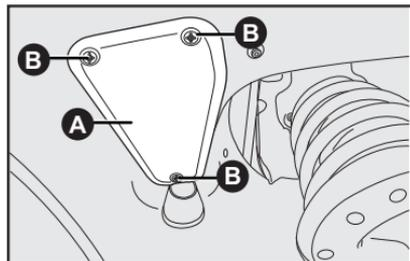

fig. 19
- Retirar os parafusos **B-fig. 19**, localizados no revestimento do vão da roda dianteira no lado de cima e retirar a tampa **A-fig. 19**;
- Recolocar a tampa **A-fig. 19** no revestimento do vão da roda dianteira;